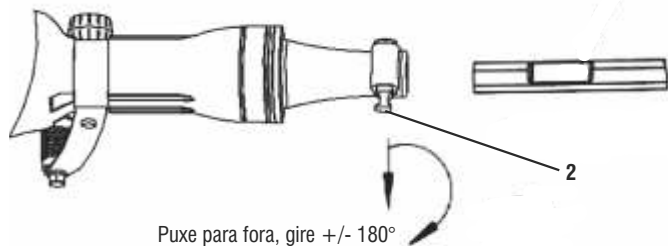

fig. 1 - desenho demonstrativo da fixação dos acessórios
Assegure-se sempre de que o equipamento esteja desligado antes de instalar ou extrair acessórios. Puxe a trava (2) e gire 180° no sentido anti-horário. Encaixe o acessório no encaixe sextavado do equipamento. Gire a trava novamente para a posição original. Observe que o rebaixo do acessório esteja voltado para o eixo do pino trava - fig. 1.